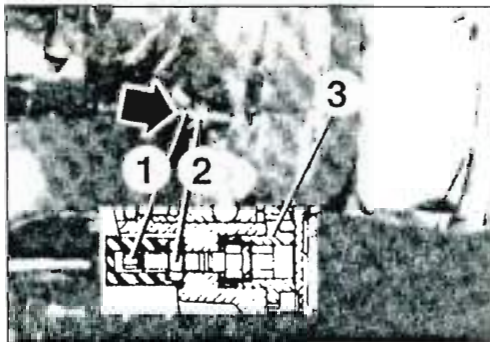

Рис. 7.6. Отводка и регулировка нажимного диска.
- ♦ Нажмите на ось в сторону тормозного диска (стрелка на рис. 7.6) настолько, чтобы она установилась рядом с внутренним шестигранником регулировочной шестерни (при этом должна сохраниться возмож-